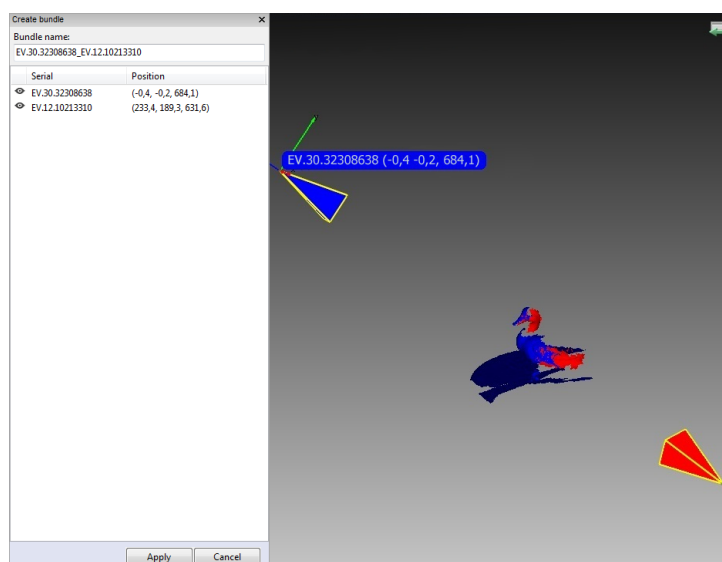

Рис. 9.4: Окно создания бандла
5. Выберите пункт меню *Файл* → *Создать бандл*. В случае если вы забыли предварительно совместить сканы, будет выдано предупреждение. Если все сделано правильно, появится панель создания бандлов (см. Рис. 9.4). В окне *3D вида* отобразятся выбранные сканы, положение и направление обзора камер (отображаются пирамидками соответствующих цветов), серийный номер устройства и координаты камеры. На панели показывается список подключенных устройств и соответствующая им информация.